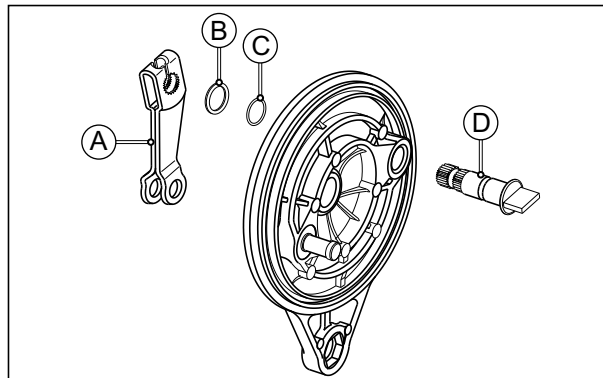

Fig. 6.76
- Remova a alavanca do freio traseiro (A), a arruela (B) e o anel de vedação do came do freio (C). (Fig. 6.76)
- Remova o came do freio (D) batendo suavemente. (Fig. 6.76)